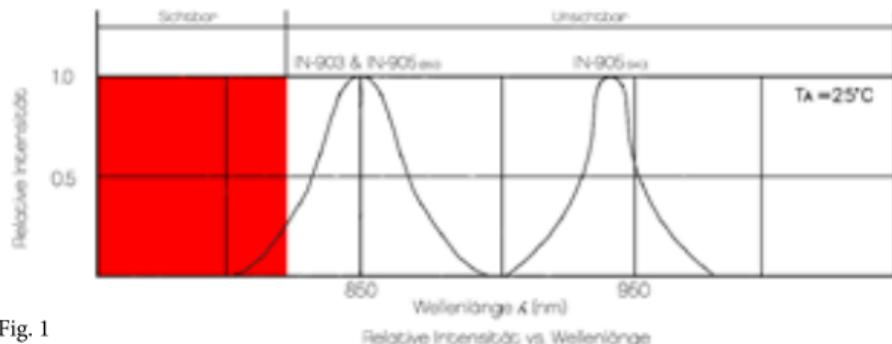

Fig. 1
Der Scheinwerfer IN-905 (940) verwendet jedoch LEDs die für das menschliche Auge vollständig unsichtbar sind! (s. Fig.1)